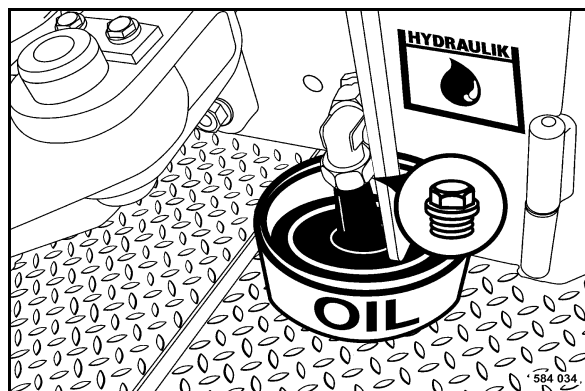

Fig. 181
- Dévisser le bouchon de vidange (Fig. 181) et laisser écouler l'huile.